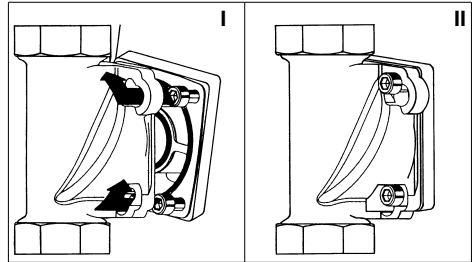

Abb. 4: Einbaudrehflansch mit Bajonett
- Die Köpfe der vier Flanschschrauben durch die Bajonettbohrungen am Einbaudrehflansch stecken (siehe Abb. 4 I).
- Den Magnetitfilter im Uhrzeigersinn bis zum Anschlag drehen (siehe Abb. 4 II).